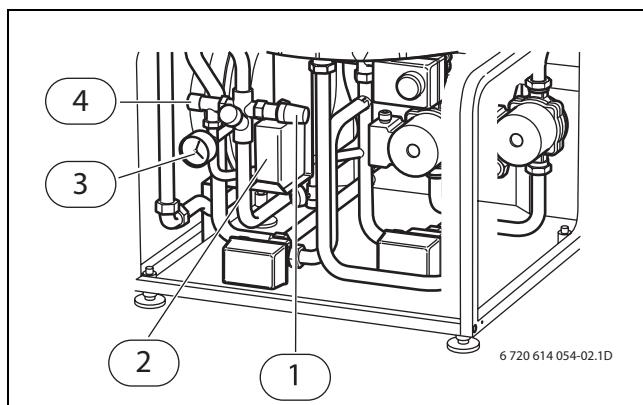

Fig. 2 Tilkoblingsfrirom
- Hvis trykket ligger under 1,0 bar, skal det fylles på vann til trykket ligger på cirka 1,5 bar. Ventil for påfylling av vann befinner seg i tilkoblingsfrirommet (→ fig. 2, [4], side 6).